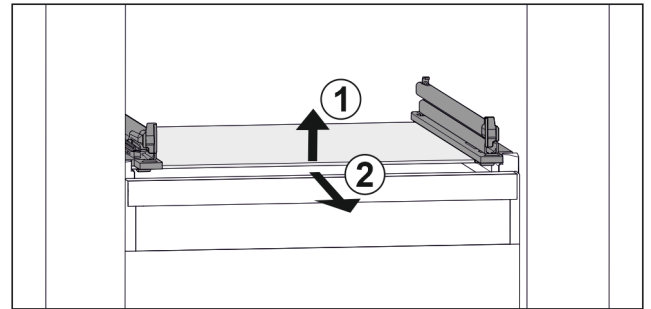

Fig. 97 Lasihyllyn esimerkinomainen kuvaus
- ▶ Nosta lasihyllyä edestä. Fig. 97 (1)
- ▶ Poista lasihylly vetämällä sitä eteenpäin. Fig. 97 (2)